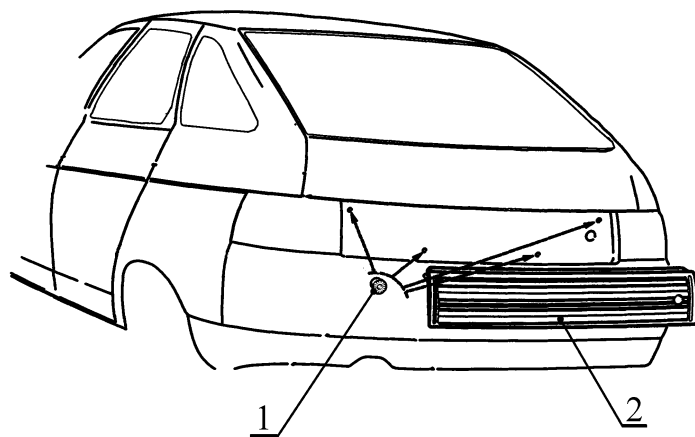

Рис. 7. Накладка двери задка а/м ВАЗ-2112.
4.12 Отвернуть со стороны внутренней панели двери задка четыре гайки 1, рис.7, крепления накладки 2 двери задка, снять накладку (ключ торцовый 8).